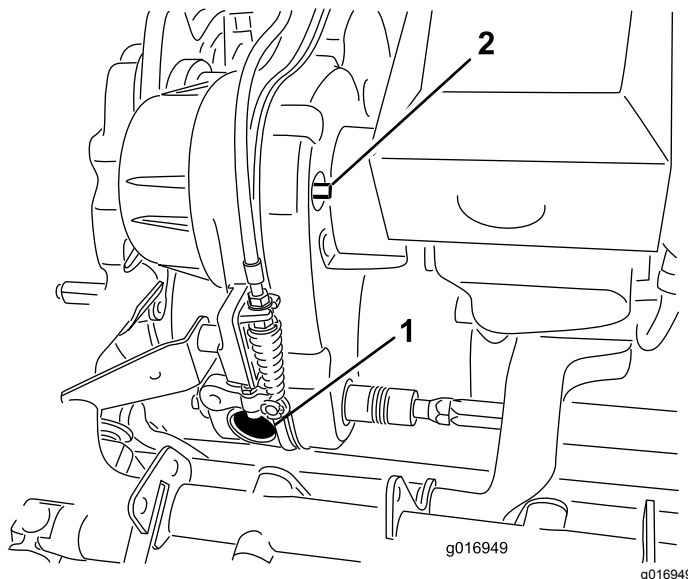
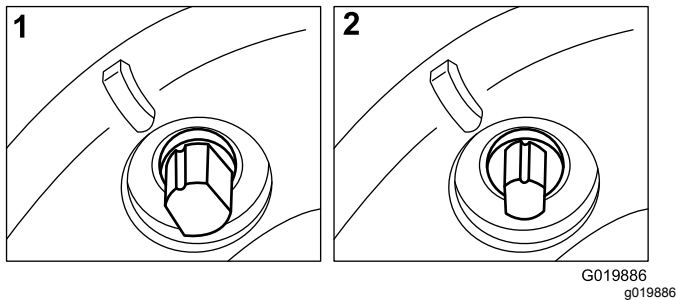

Figura 47
Figura 48
Retire el tapón de goma (Figura 47) del orificio de la parte delantera de la transmisión para inspeccionar visualmente el embrague del molinete al realizar los ajustes.
La correa de transmisión está tensada por una polea tensora a resorte. Si es necesario eliminar o restaurar la tensión en la correa, utilice una llave de  $\frac{3}{8}$ " para girar el eje de engranado/desengranado (Figura 47) a la posición deseada. Gira el eje  $\frac{1}{4}$  de vuelta en el sentido de las agujas del reloj para separar la polea tensora de la correa (Figura 48).
- Nota:** Retire el tapón de goma (Figura 47) del orificio de la parte delantera de la transmisión para ver el embrague del molinete.